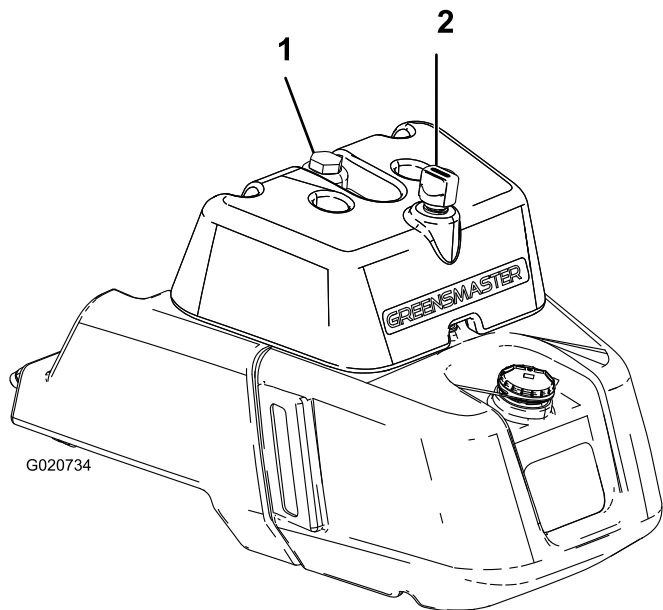

Figura 23
2. Togliete il tappo dal serbatoio (Figura 23).